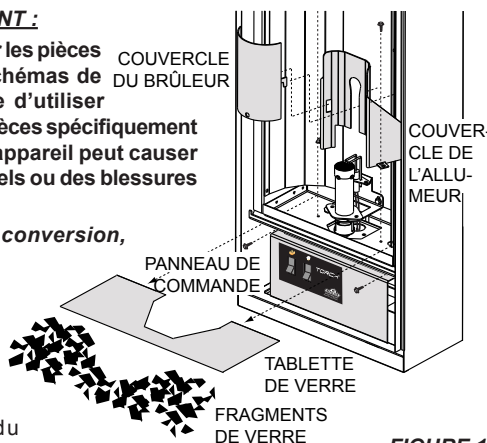

FIGURE 1
2. Retirez tous les fragments de verre sur le plancher de la chambre de combustion, retirez ensuite la tablette de verre. Assurez-vous qu'il n'y ait aucun fragment de verre dans la chambre de combustion. Retirez le couvercle du brûleur du couvercle de l'allumeur, retirez ensuite les deux vis servant à fixer le couvercle de l'allumeur. Mettez de côté. (FIGURE 1)
3. Retirez les deux vis servant à fixer le panneau de commande. (FIGURE 1)